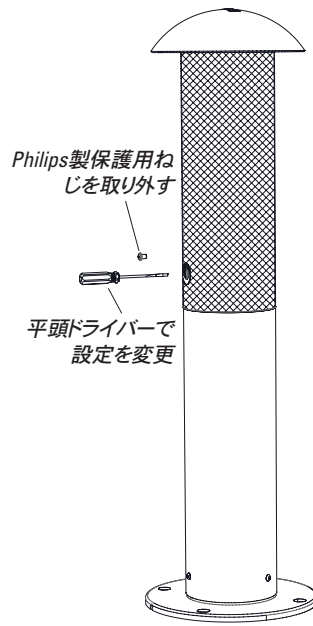

図29
3. L41XCスピーカーは60Wに設定されたトランスに電気を送ります。低出力設定を使用したい場合は、図29に示されているように、Philips製保護用ねじを取り外すため、Philips製ヘッドドライバーを使用します。